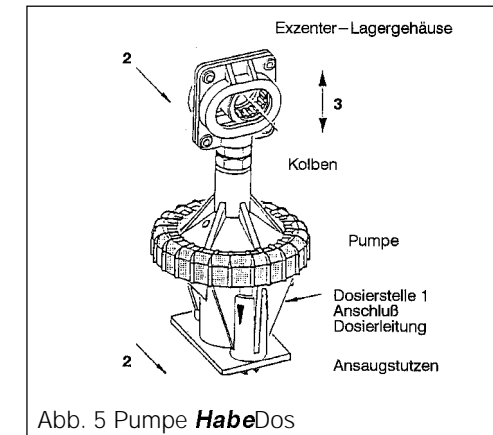

Abb. 5 Pumpe **HabeDos**
- Pumpe herausnehmen (Abb. 5).
- Pumpe mehrmals von Hand durchpumpen bis Flüssigkeit vom Dosierschlauch austritt (Abb. 5).